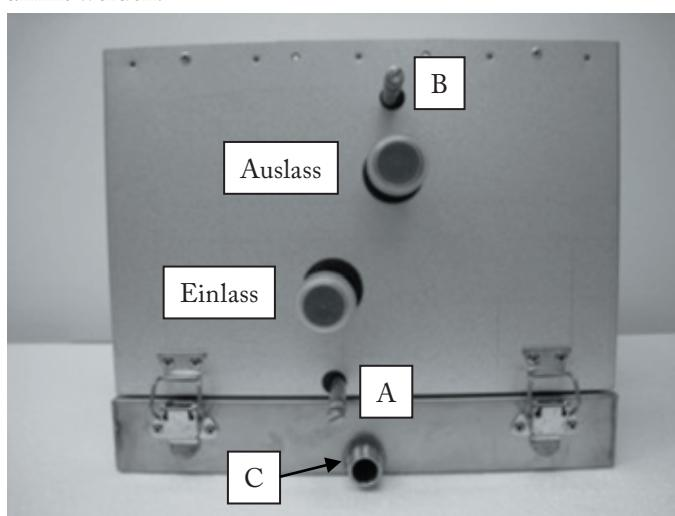

Abb. 1
Der Kondensatablauf (C Abb. 1) wird mit einem Geruchsverschluss angeschlossen um Luftleckage zu vermeiden. Achtung!
3. Der Wasserzulauf ist am unteren Rohr anzuschließen (Einlass Abb. 1) und der Auslauf am oberen Rohr (Auslass Abb. 1). Der Zulauf ist mit einem Drainagenippel versehen (A Abb. 1) und der Auslauf mit einem Lüftungsnippel. (B Abb. 1).
5. Das Wasser des Kühlregisters kann über das Drainagenippel abgeleitet werden. (Kennzeichnung A Abb. 1).